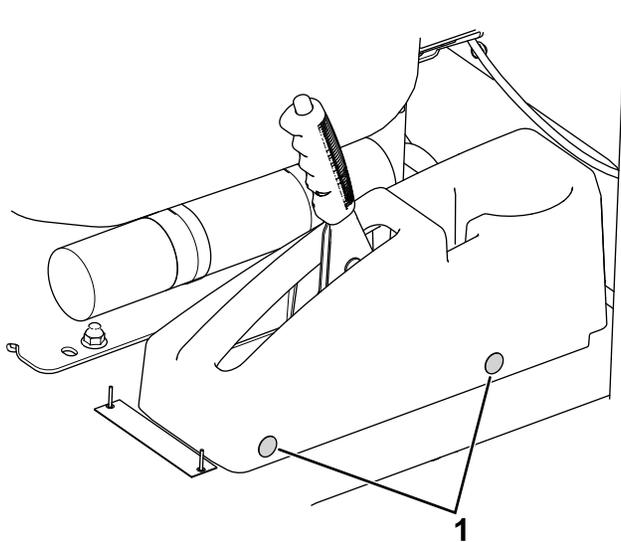

図 13
1. ブレーキカバーをフロアに固定している押し込みファスナーを外す 図 13。
9. 先ほど外した押し込みファスター2個を使用してブレーキカバーを取り付ける 図 13。